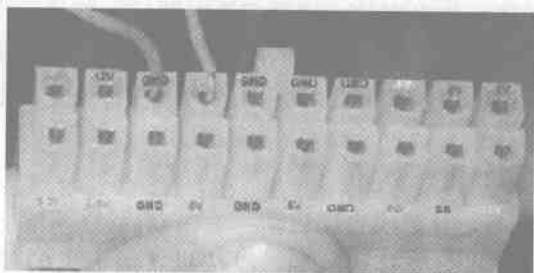

图 1—6 将 ON 和 GND 短接
- (1) 准备一台万用表。
- (2) 让电源在通电的情况下工作，用一条铜线把电路连通。如图 1—6 所示，将电源的 ON 和 GND 两个接口短路，连通电路。
- (3) 将万用表的黑表笔接电源的 GND 端、红表笔接+5 V 端，测量+5 V 电压，如图 1—7 所示。
- (4) 用同样的方法，测量 4 针的电源线电压。